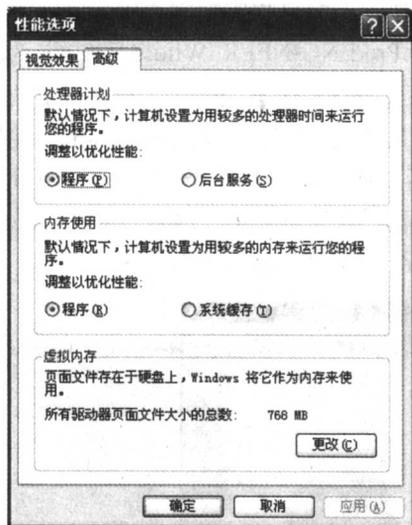

图 1.6 【性能选项】对话框
- (6) 在【系统属性】对话框中的【性能】选项组中单击【设置】按钮，显示如图1.6所示的【性能选项】对话框。